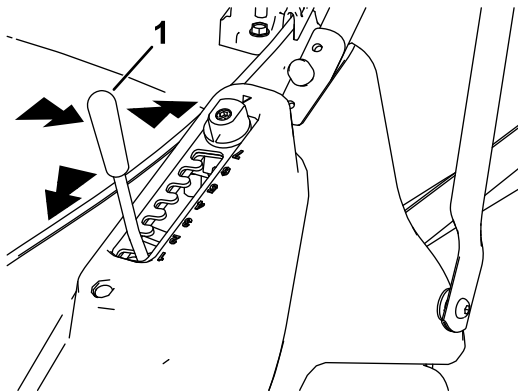

Figura 16
1. Afferrate la leva dell'altezza di taglio e tirate lateralmente per disinserirla dalla tacca di bloccaggio (Figura 16).
2. Spingete in avanti la leva per abbassare l'altezza di taglio o tiratela indietro per alzarla (Figura 16).
3. Rilasciate la leva nel punto desiderato e assicuratevi che si blocchi saldamente in 1 delle 7 tacche di regolazione (Figura 16).